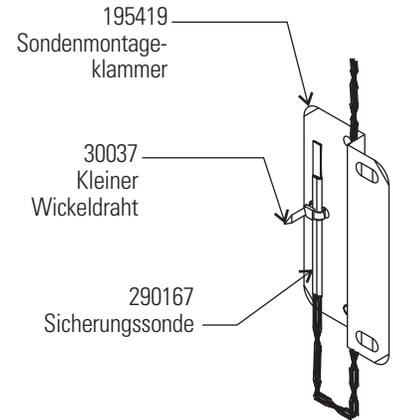

Abb. 7-3. Sonde
2. Wie auf Abb. 7-3 zu sehen, den kleinen Wickeldraht durch die Öffnungen vorn an der Klammer ziehen. Die Sonde an der Rückseite der Klammer mit einem Wickeldraht befestigen.